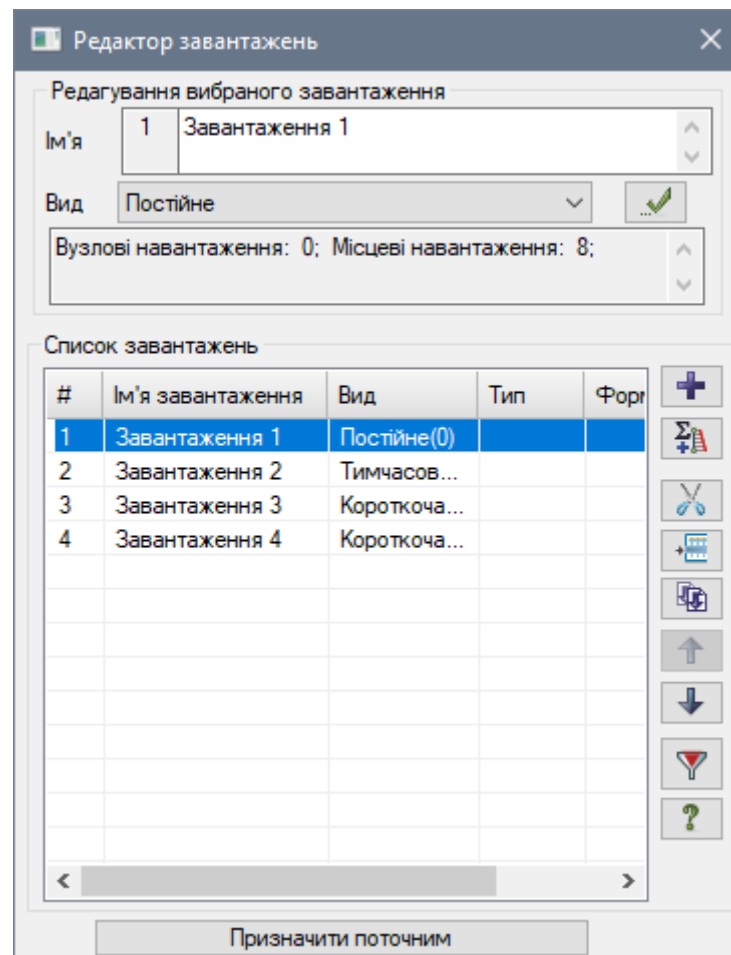

Рис. 19.17. Діалогове вікно Редактор завантажень
Допускається завдання до 300 завантажень. Кожному завантаженню присвоюється номер, довільне ім'я та вид. Завантаження може містити будь-яку кількість навантажень. Номер, ім'я та вид завантаження присвоюються за допомогою діалогового вікна **Редактор завантажень** (рис. 19.17), яке викликається натисканням по кнопці  – **Редактор завантажень** (панель **Навантаження** на вкладці **Створення та редагування**). За умовчанням, на початку роботи програми, прийнято ім'я **Завантаження 1**. Вид завантаження дозволяє автоматично формувати таблицю РСН з параметрами, прийнятими за умовчанням. Взаємозв'язок між завантаженнями задається в таблиці РСН.
- Викличте діалогове вікно **Редактор завантажень** (рис. 19.17) натисканням по кнопці  – **Редактор завантажень** (панель **Навантаження** на вкладці **Створення та редагування**).
Так як вид завантажень задавався у діалоговому вікні **Редактор завантажень** (рис. 19.17) таблиця РСН сформувалася автоматично з параметрами, прийнятими за умовчанням для кожного завантаження. Далі потрібно тільки змінити параметри для третього і четвертого завантажень, а також задати сполучення.